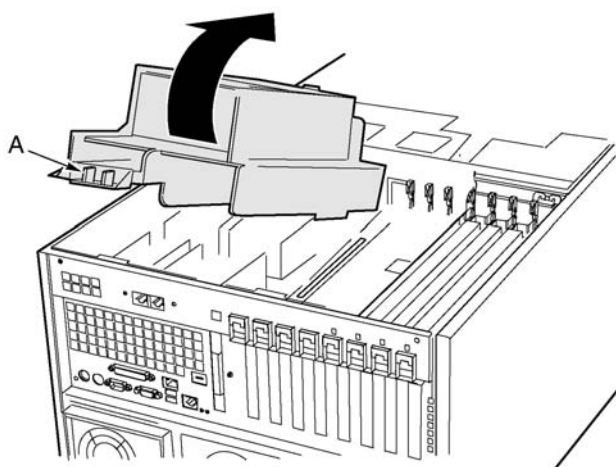

Figura 20 - Rimozione del deflettore aria della scheda del processore
- 1 Sul lato del deflettore aria più vicino al retro del telaio, premere le due linguette per avvicinarle (Figura 20, A), quindi sollevare l'estremità rotando il deflettore di circa 30°.